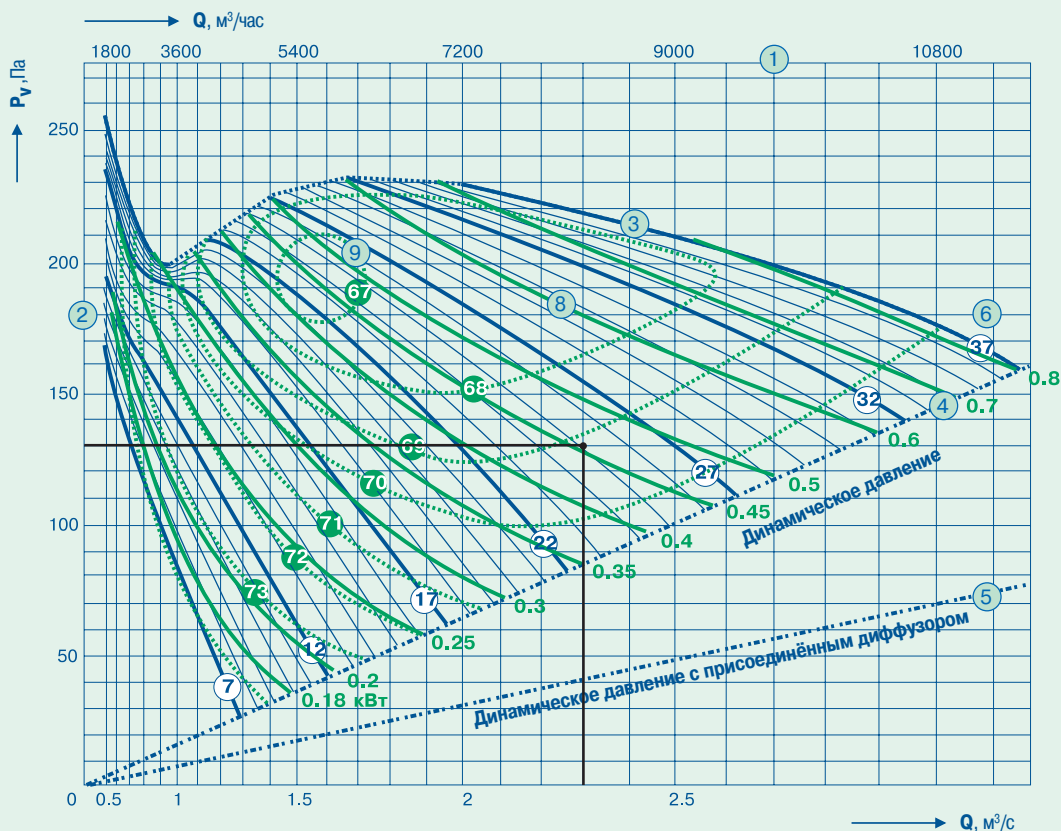
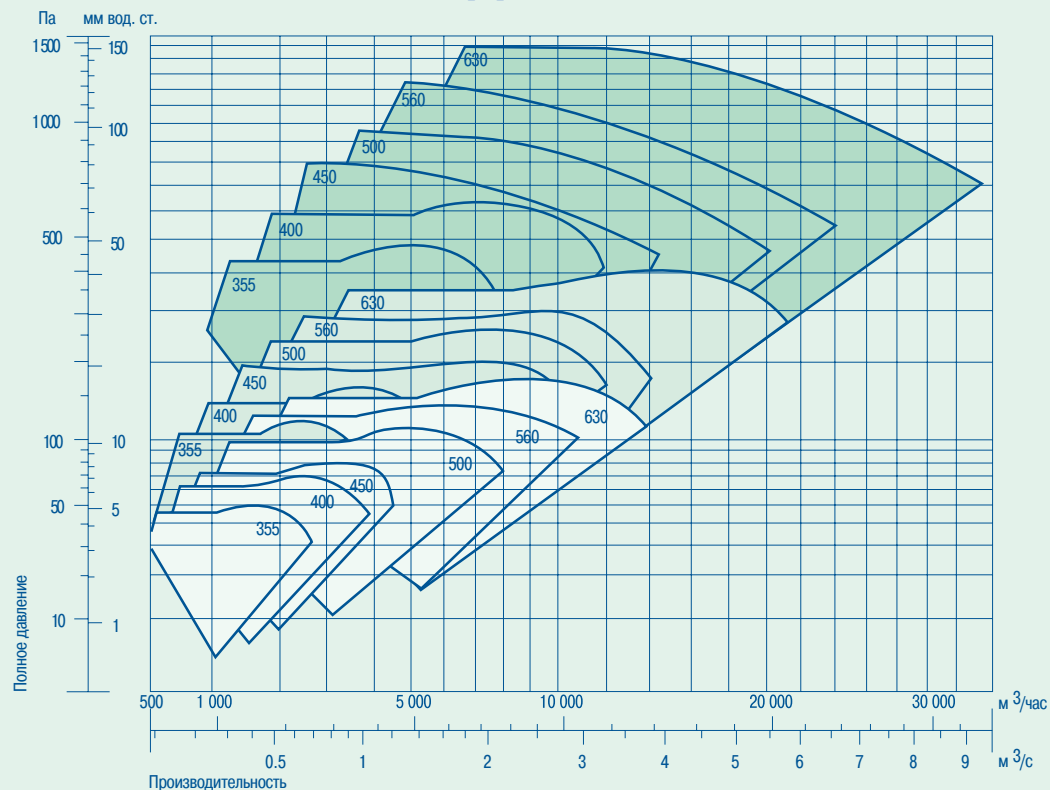

Рис. 13 Индивидуальный график характеристик вентилятора Аксипал
Рис. 14 Сводные графики характеристик вентиляторов Аксипал с размерами рабочих колёс от 355 до 630 мм
НА ГРАФИКАХ ПРЕДСТАВЛЕНЫ (см. рис. 13):
Подбор вентилятора начинают с определения его номера (размера) и синхронной частоты вращения. По заданным аэродинамическим характеристикам (производительности Q и полному давлению P_v) на сводных графиках (рис. 14 и 15) определяют размер (номер) вентилятора и синхронную частоту вращения рабочего колеса вентилятора. При этом может учитываться оптимальный размер воздуховодов или проёмов в стенах или перекрытиях.
На соответствующем индивидуальном графике характеристик (рис. 13) в точке пересечения координат производительности и полного давления (рабочей точке) находят кривую характеристик вентилятора для соответствующего угла установки лопаток рабочего колеса. Данные кривые проведены с интервалом установки угла лопаток в один градус.
1. По сводным графикам аэродинамических характеристик на рис. 14 и 15 для заданных величин производительности и полного давления выбираем оптимальный размер вентилятора и синхронную частоту вращения из удовлетворяющих условиям подбора вариантов. Таковым оказывается вентилятор FTDA-050 (рис. 13), оснащённый электродвигателем с синхронной частотой вращения $n_0 = 1450$ об/мин при частоте питающей сети 50 Гц.